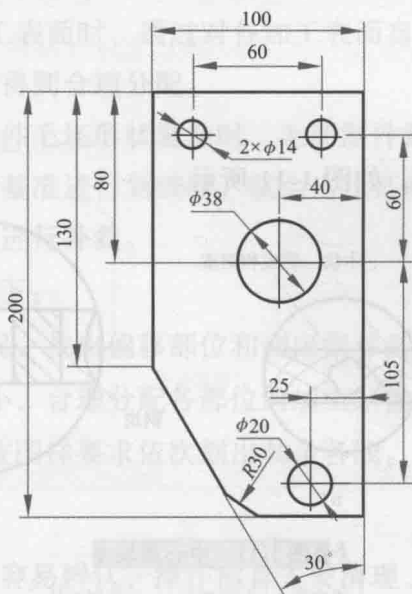

图 1-10 样板划线
3) 样板划线。如图 1-10 所示,划出轮廓线和必要的线条,标注尺寸,圆心打上样冲眼。